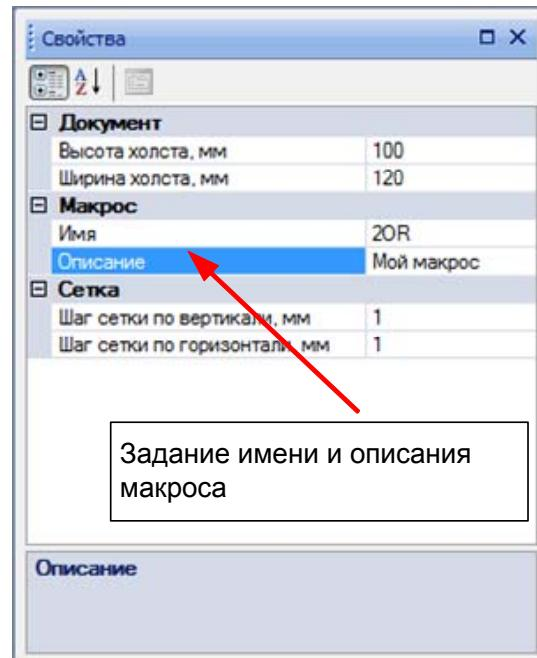

Рисунок 3.16 – Задание имени и описания макроса
- в) задание имени и описания для макроса (см. рисунок 3.16);